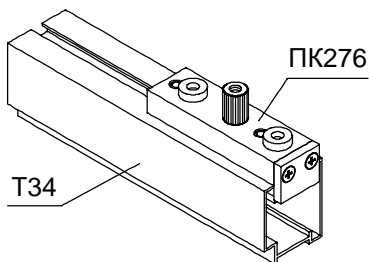

Рис. 6.3.2
1. Сверлить сквозные отверстия $\text{Ø}6$ мм в профиле Т34 с помощью кондуктора ПК276 (см. рис. 6.3.2).